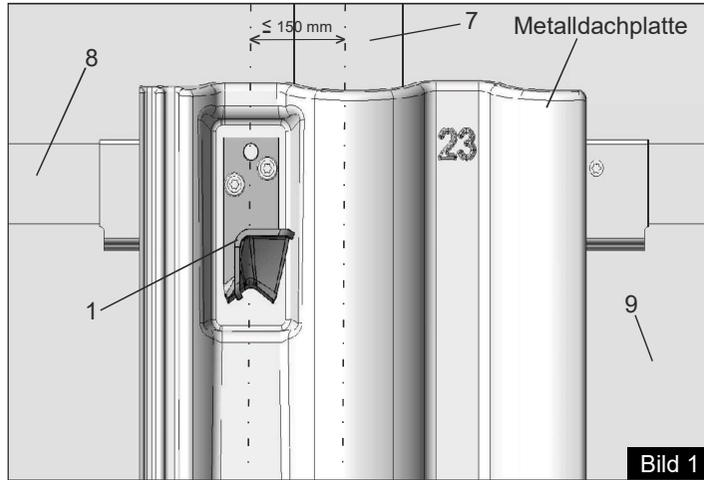
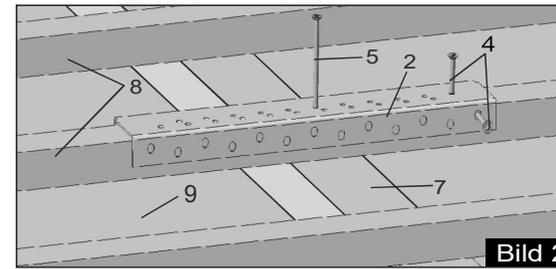

Bild 1
Bild 2
- (6) Unischraube 5,5 x 60 mm mit Polyscheibe
- (7) Konterlatte min. 4/6 cm
- (8) Min. Dachlatte 3/5 cm max. Dachlatte 4/6 cm
- (9) Aufsparrendämmung
- Position des Aufdachmodulhalters mit Metalldachplatte so festlegen, dass zwischen Halteelement (1) und der Konterlatte ein Abstand von 150 mm nicht überschritten wird. (Bild 1)
- Verstärkungsschiene (2) mittig zur Konterlatte auf die Dachlatte auflegen.
- Verstärkungsschiene (2) horizontal verschieben bis das Langloch des Stützelements (3) mit einem Loch der Verstärkungsschiene (2) übereinstimmt. Verstärkungsschiene (2) mit einer Schraube (4) in Fallinie fixieren. (Schraube (4) alternativ auch von oben schraubbar). (Bild 2)
- Aufdachmodulhalter mit Metalldachplatte nochmals abnehmen und die Verstärkungsschiene (2) mit Schraube (5) an der Konterlatte verschrauben. (Bild 2)